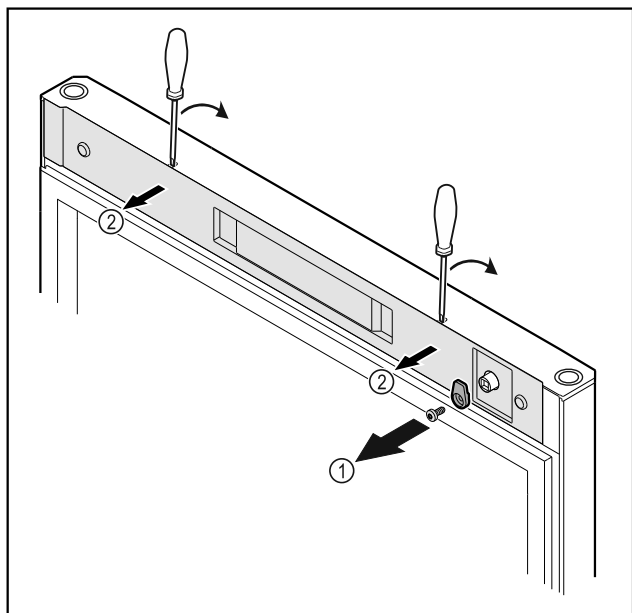

Fig. 11
- Skruva av låskroken Fig. 11 (1).
- Lossa skyddet Fig. 11 (2) med en liten skruvmejsel och ta av det.